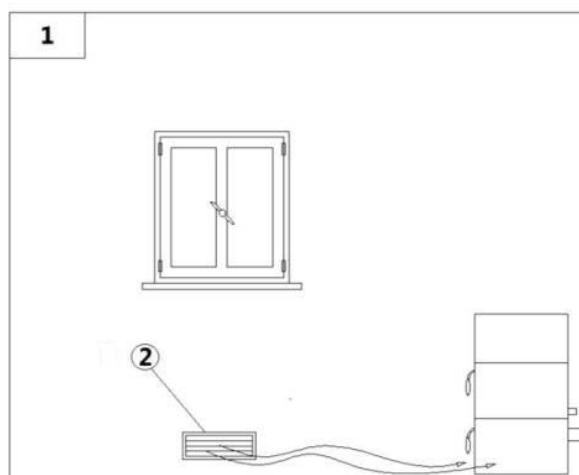

Fig. 9 - Direkte Luftzufuhr
| LEGENDE | Fig. 9 |
- Die Luftzufuhr zwischen der Außenseite und dem Raum kann direkt durch die Öffnung auf der Außenwand des Raumes erfolgen (siehe **Fig. 9**).